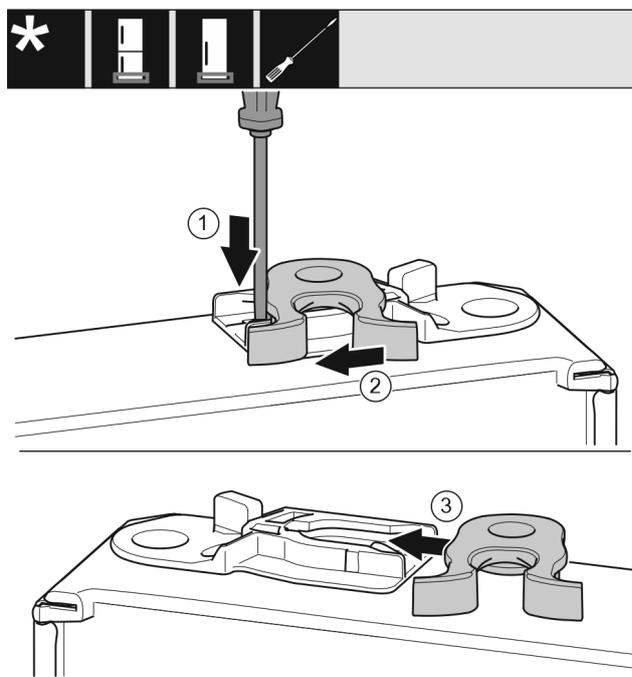

Fig. 21
- ▶ Pousser la languette Fig. 21 (1) vers le bas avec un tournevis plat.
- ▶ Retirer la gâche Fig. 21 (2) du guide.
- ▶ Pousser la gâche Fig. 21 (3) de l'autre côté dans le guide.